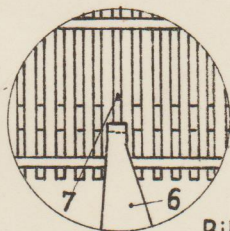

Bild 3
- a) beim Drücken der Setzertaste der Setzer 6 den Reiter 7 setzt, ohne daß ein zweiter Reiter mitgesetzt wird (richtige Stellung siehe Bild 3)
a) beim Drücken der Setzertaste der Setzer 5 den Reiter 6 setzt, ohne daß ein zweiter Reiter mitgesetzt wird (Abb. 3)
a) beim Drücken der Setzertaste vom Setzer 13 jeweils nur ein Reiter 12 gesetzt wird (Abb. 3).